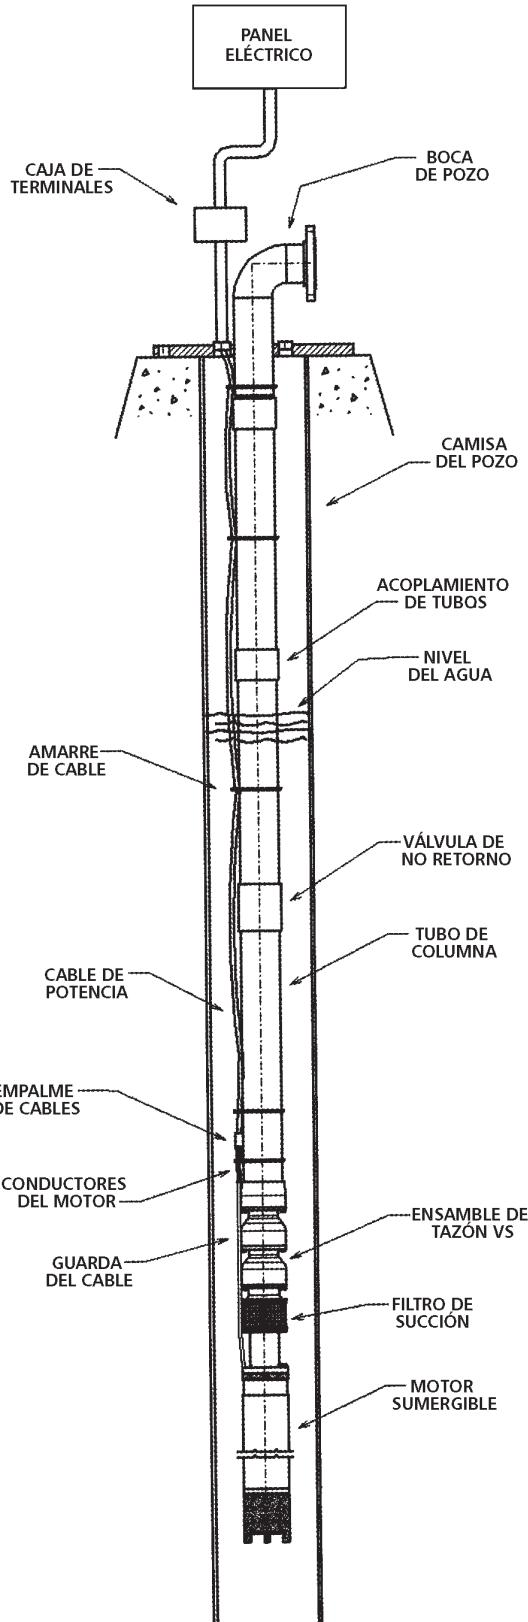

Figura 1 – Instalación típica de una bomba sumergible
La bomba Gould Pumps Modelo VS es del tipo de turbina sumergible diseñada para proporcionar un máximo de seguridad en la operación. Se ofrece con una capacidad de 100 a 5000 GPM y más, y con una cabeza estática de hasta 1000 pies. *La Figura 1 muestra una bomba típica VS.*
4. Instale una abrazadera de cable en cada lado del empalme de cable. *Vea la Figura 1.* Tenga cuidado de no dañar el cable. Si piensa instalar una línea aérea, coloque una guía al lado del cable y asegúrese de que no se pique con las abrazaderas. Si hay algún peligro de que el empalme se roce con la camisa del pozo durante la instalación, protégelo con placas de rozamiento hechas de hule grueso o con una placa de acero. Verifique que los sistemas de puesta a tierra estén en su lugar.
8. Despues de haber instalado la última pieza de tubo de columna, coloque la boca de pozo. Ponga una abrazadera de cable entre el último par de bridas de tubos de columna y la base de la boca del pozo. *Vea la Figura 1.* Lleve el cable de potencia y el sistema de puesta tierra a través de un orificio grande barrenado en la base de la boca. Conduzca la línea de aire (si se usa) a través de uno de los orificios más pequeños en la base de la boca. El pequeño orificio restante es para la conexión de un viento de pozo u otros accesorios. Todos estos orificios están roscados con la rosca estándar de tubería NPT o BSP. Si se requiere una junta entre la base de la boca y su superficie de montaje, ésta se debe colocar en la cimentación antes de instalar la boca del pozo.